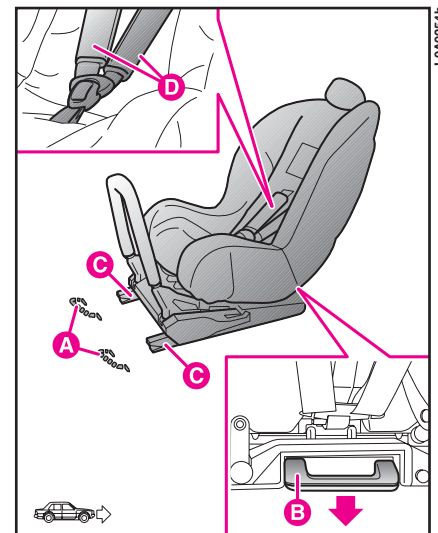

fig. 83
Pour les enfants appartenant à ce groupe de poids (jusqu'à 13 kg) le siège est tourné vers l'arrière et l'enfant est soutenu par les ceintures (D) (fig. 83) du siège.
- s'assurer que le levier de décrochage **B** (fig. 83) soit en position de repos (rentré);
- identifier les agrafes de prédisposition **A** (fig. 83) et placer ensuite le siège enfant avec les dispositifs d'ancrage **C** (fig. 83) alignés aux agrafes;